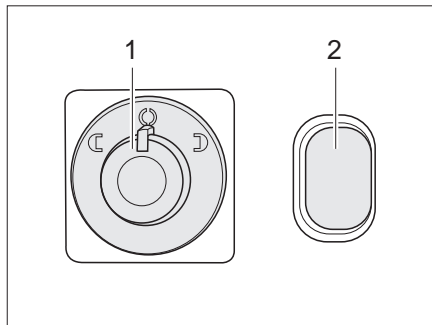

Bild 24 Reglage för elmanövrerade ytterspeglar och spegelvärme
Ställa in: ■ Bestäm vilken spegel som ska ställas in. Vrid för detta vridströmställaren (Bild 24,1) åt vänster eller höger.
■ Ställ in spegeln genom att trycka knappen (Bild 24,1) i motsvarande riktning.
Slå på värmen: ■ Tryck på knappen (Bild 24,2). Kontrollampen på reglaget visar att funktionen aktiverats.